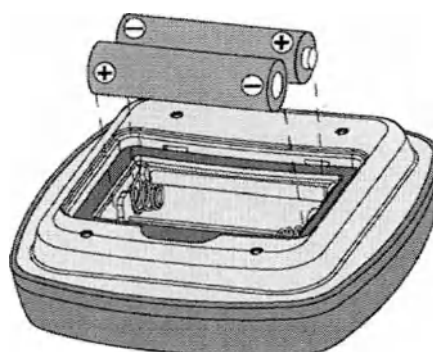

Рисунок 2-13 Ориентации батареек в пульте дистанционного управления
Отсек батареек содержит две (2) батареи типа АА. Чтобы заменить элементы питания, снимите крышку батарейного отсека внизу пульта ДУ. Замените старые батарейки (см. рисунок 2-13) и установите крышку. Использованные элементы питания утилизируйте согласно региональным нормативам и рециркуляционным планам.